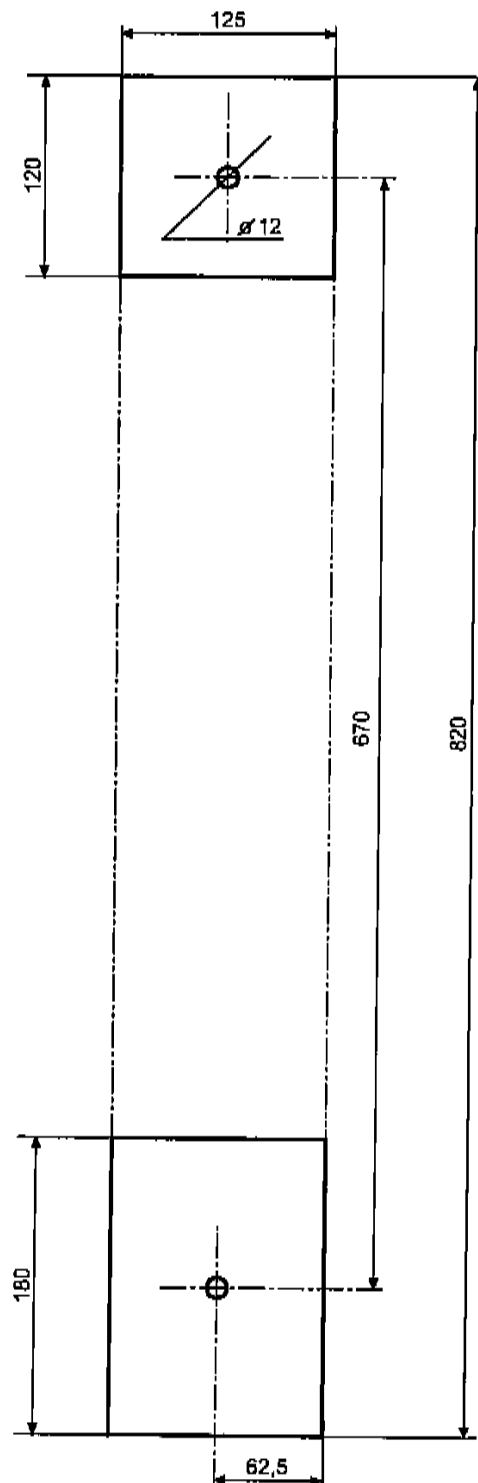

Abb. 3 Montagemaße
- 2) Die Drehmaschine ist auf einer tragfähigen, geraden, mehrfachverleimten, wasserfesten Buchensperrholzplatte oder Stahlplatte mit Schrauben und Muttern zu befestigen. Hierfür eignet sich eine stabile Werkbank mit einer 50 mm dicken Arbeitsplatte. Die Größe der Aufspannfläche ist nach der Grundfläche der Maschine, siehe Abb. 3, zu wählen. Maschine niemals auf einem Unterbau befestigen, der nicht so steif und tragfähig ist, daß die Maschine während des Betriebs schwingen und vibrieren kann. Vibrationen und Schwingungen während des Betriebs der Maschine führen zu Schäden und einer Beeinträchtigung der Arbeitsgenauigkeit.